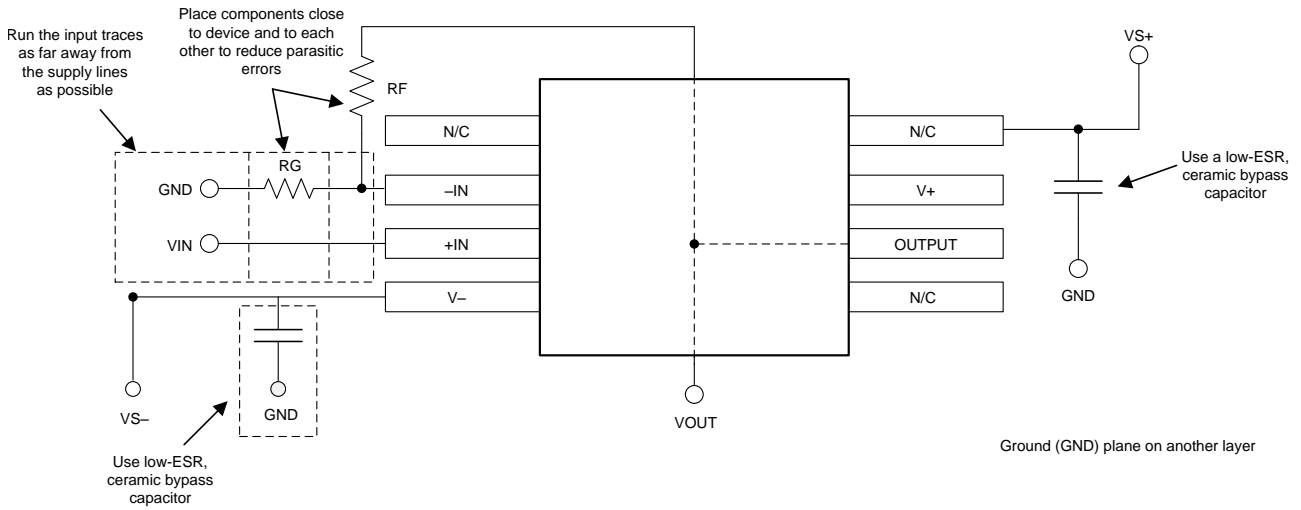

图 45. 同相配置的运算放大器电路板布局
- 外部组件的位置应尽量靠近器件。如图 45 所示，使 R_F 和 R_G 接近反相输入可最大限度地减小寄生电容。